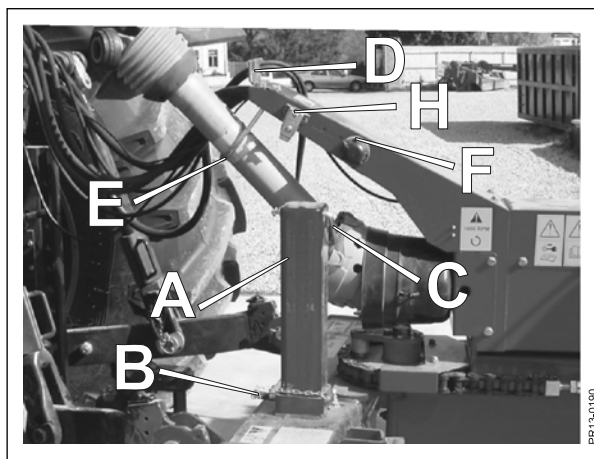

Fig. 3-5
**Fig. 3-5** Die Maschine kann in 2 Positionen abgestellt werden. In Arbeitsstellung mit den Schneidwerken abgesenkt oder in Transportstellung. Bevor Sie den Schlepper verlassen, immer die Schneideinheit auf den Boden absenken oder die Maschine in Transportstellung platzieren, den Schleppermotor abstellen und die Parkbremse aktivieren. Nur so kann ein stabiles Abstellen vorgenommen werden.